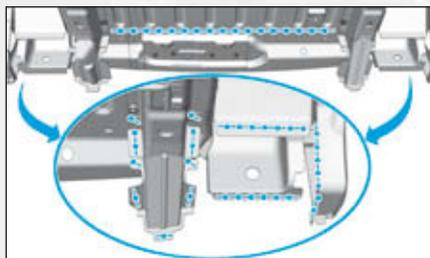

FIG.207
- sur la caisse et les protéger par un apprêt soudable indice "C7" (Fig.207).